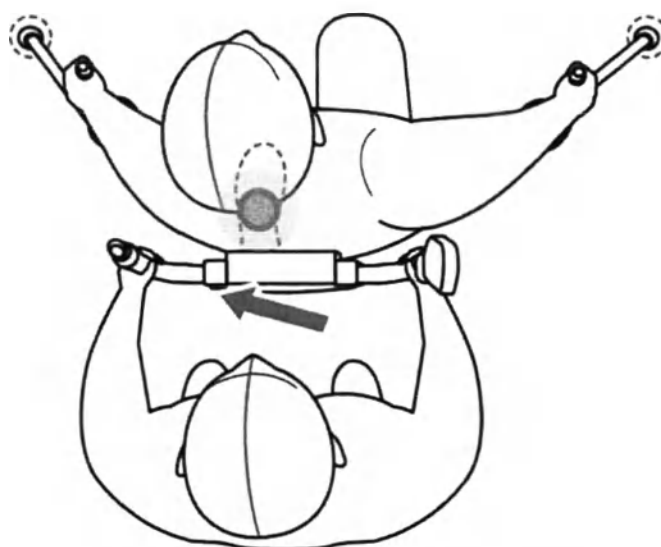

Рисунок 58 – Шаг правой ногой.
- Пациент делает шаг правой ногой (рисунок 58).